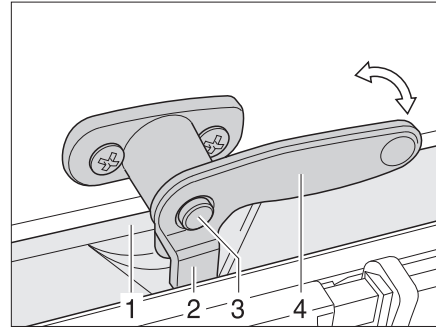

Fig. 63 Levier de verrouillage avec bouton de sécurité en position "fermée"
- Tourner le levier de verrouillage (Fig. 63,3) d'un quart de tour vers le centre de la fenêtre.